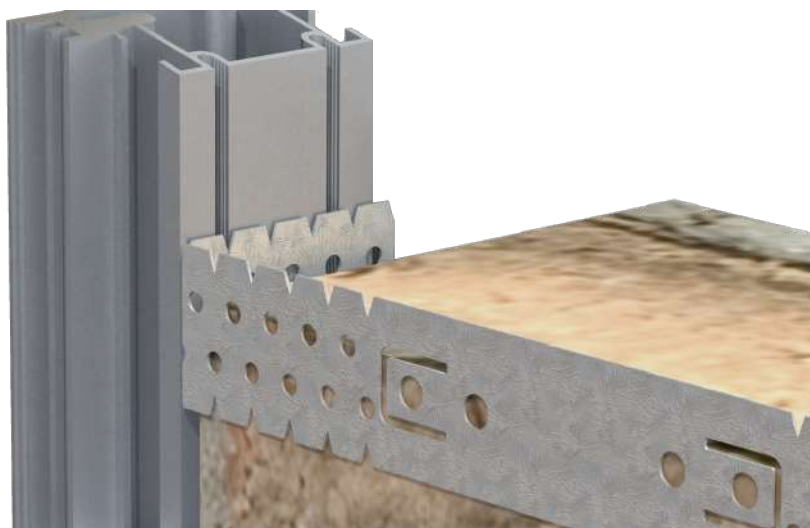

рис. 16
- крепление через монтажные пластины. Пластины надо закрепить к тыльной части короба (по 3 штуки с каждой стороны) до подачи короба в проем. Затем пластина изгибается и фиксируется к стене (рис. 16).